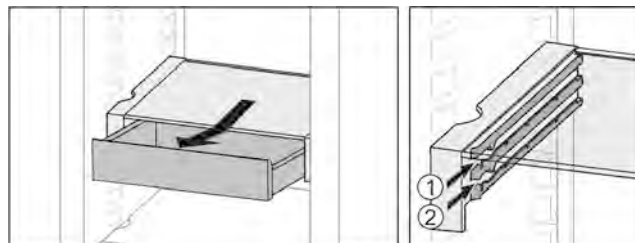

Fig. 20
- На любой высоте Fig. 20 (1) или Fig. 20 (2) вставить.